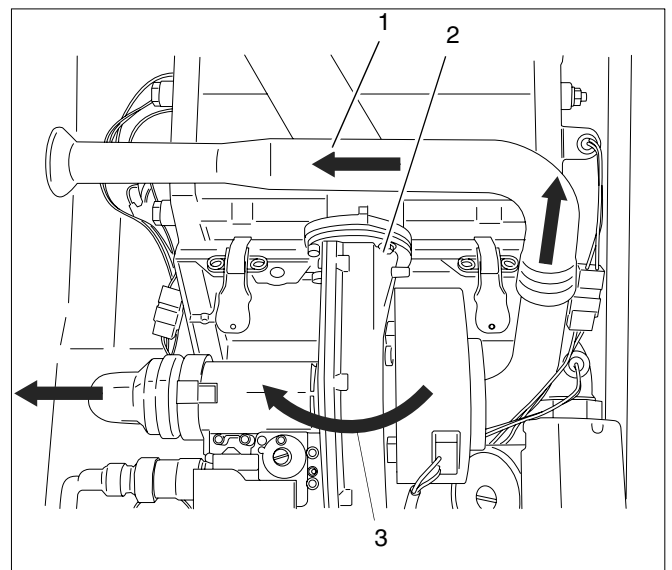

Fig. 14 Demontarea ventilatorului
- Îndepărtați conducta de absorbție a aerului (vezi Fig. 14, Poz. 1).
- Îndepărtați șurubul de fixare (vezi Fig. 14, Poz. 2) a ventilatorului.
- Demontați ventilatorul prin basculare spre dreapta (vezi Fig. 14, Poz. 3).